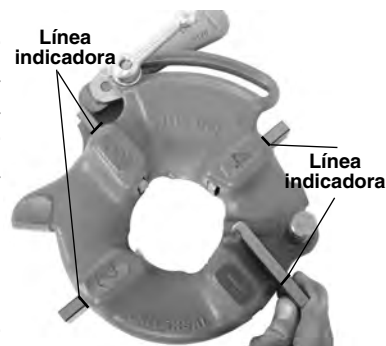

Figura 5 – Inserción de terrajas arandela debe estar en la ranura a la izquierda.
4. Levante la lengüeta de la arandela para extraerla de la ranura en la barra dimensional. Desplace la arandela hacia el final de la ranura (Figura 5).
6. Introduzca las terrajas apropiadas en el cabezal de terrajas, con el borde que lleva el número orientado hacia arriba, hasta que la línea indicadora esté al ras con el borde del cabezal (vea la Figura 5). Los números en las terrajas deben coincidir con los números en las ranuras del cabezal. Siempre cambie el